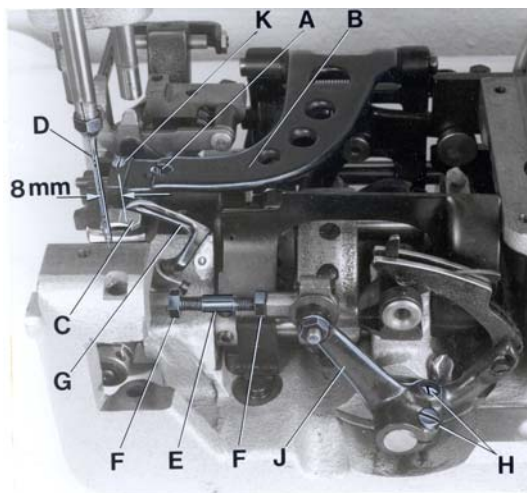
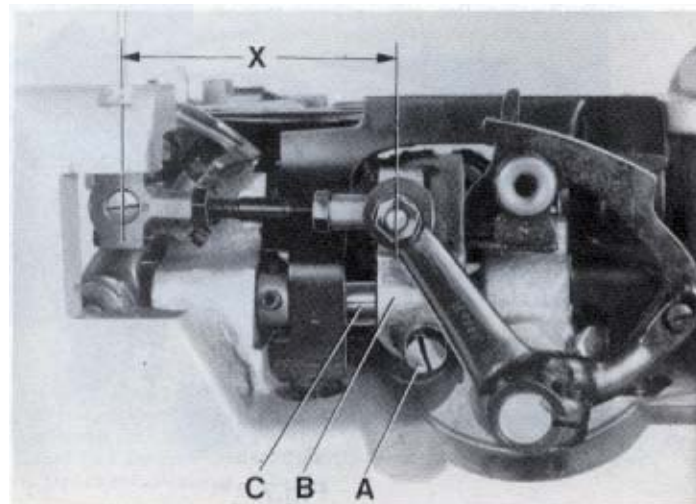
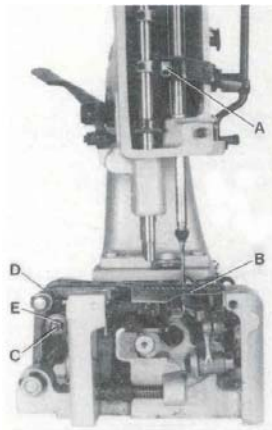

Fig. 3
Fig. 4
Fig.6
Remove the presser foot, throat plate and feed dog and on styles 80800H and HA also the needle guard for convenient access to the machine. On styles 80800C, D and E loosen the screw (A, Fig. 3) in the feed bar (B) and push the feed bar needle guard (C) to the rear to avoid its contacting the needle (D).
For the two thread double locked stitch styles 80800C, E, H and HA, set the looper connecting rod (E) so the distance (X, Fig. 4) between the center lines of the two ball joints is 69.8 mm (2 3/4"). The dimension (X, Fig. 4) should be 68.3 mm (2 11/16") on the single thread chain stitch style 80800D. For adjustment loosen the two nuts (F, Fig. 3) and turn connecting rod (E) forward or backward as required to obtain specified dimension, retighten nuts (F).
Rotate the machine pulley in operating direction so that the looper moves from right to left. The looper point should pass as close as possible to the back of the needle without contacting 0.08 to 0.13 mm (.003 to .005") clearance. For adjustment loosen screws (A, Fig. 4) in the looper eccentric fork (B) and turn looper rocker shaft (C) on the looper rocker forward or backward as required. Retighten screw (A).
Zur bequemer Einstellung entfernen Sie Drückerfuß, Stichplatte und Transporteur und bei den Maschinen 80800H und HA auch den Nadelanschlag. Lösen Sie bei den Maschinen 80800C, D und E die Schraube (A, Fig. 3) im Transporteurträger (B) und drücken Sie den Nadelanschlag nach hinten, damit er die Nadel (D) nicht berühren kann.
Bei den Zweifaden-Doppelkettenstichmaschinen Typen 80800C, E, H und HA muß die Greiferverbindungsstange (E) so eingestellt sein, daß der Abstand (X, Fig. 4) von der Mitte zu Mitte Kugelgelenk 69,8 mm beträgt. Bei der Einfaden-Einfachkettenstichmaschine Typ 80800D beträgt der Abstand (X, Fig. 4) 68,3 mm. Zum Einstellen lösen Sie die beiden Muttern (F, Fig. 3) und drehen die Verbindungsstange (E) vor oder zurück bis der erforderliche Abstand erreicht ist. Ziehen Sie die Muttern (F) wieder an.
Drehen Sie die Riemenscheibe in Nährichtung so, daß sich der Greifer von rechts nach links bewegt. Die Greiferspitze soll so dicht wie möglich hinter der Nadel vorbeigehen, ohne diese zu berühren (0,08 bis 0,13 mm Abstand). Zur Einstellung lösen Sie die Schraube (A, Fig. 4) in der Greiferexzentergabel (B) und schwenken die Greiferhebelwelle (C) am Greiferhebel mit Greifer nach Bedarf vor oder zurück. Ziehen Sie die Schraube (A) wieder an.
Remove the face cover on machine arm. Rotate machine pulley in operating direction until the looper point, moving to the left, projects 1 to 1.5 mm (.040" to .060") left of the needle (see Fig. 5). Lower edge of looper and upper edge of needle eye must be flush in this position. If adjustment is necessary, loosen clamp screw (A, Fig. 6) in the needle bar connection and move the needle bar up or down, as required. Retighten screw (A) and remount face cover.
At highest point of feed dog travel, the feed dog (B, Fig. 6) should be set so, that the rear teeth project their full depth above the throat plate surface. For setting remove the feed dog and adjust the supporting screw (K, Fig. 3) on the top of the feed bar to the required height. Remount the feed dog, and on styles 80800H and HA also the needle guard.
On styles 80800C, D and E stud (C, Fig. 6) for changing the stitch length is accessible from the outside. On styles 80800H and HA the housing for the tape cutter and the rear cloth plate have to be removed for changing the stitch length.
The length of the stitch can be adjusted by raising or lowering the stud (C, Fig. 6) in the segment slot of the feed rocker (D). Lowering stud (C) will lengthen the stitch. After loosening nut (E), stud (C) can be moved accordingly. When the desired stitch length is obtained, retighten nut (E). Remount housing for cutter and rear cloth plate on styles 80800H and HA.
The needle guard (C, Fig. 3) has to be set so, that it just contacts the needle at its most forward point of travel, without deflecting it.
On styles 80800C, D and E loosen screw (A, Fig. 3) in the feed bar (B) and adjust the needle guard (C) accordingly. Retighten screw (A).
Entfernen Sie den Stirndeckel am Maschinenarm. Drehen Sie die Riemenscheibe in Nährichtung bis die sich nach links bewegende Greiferspitze 1 bis 1,5 mm links der Nadel steht (siehe Fig. 5). In dieser Stellung müssen Unterkante Greifer und Oberkante Nadelöhr bündig sein. Ist eine Einstellung notwendig, lösen Sie die Klemmschraube (A, Fig. 6) im Nadelstangenmitnehmer und schieben die Nadelstange (B), je nach Bearf, nach oben oder unten. Ziehen Sie die Schraube (A) wieder an und montieren Sie den Stirndeckel.
Im höchsten Punkt der Transporteurbewegung sollen die hinteren Zähne des Transporteurs (B, Fig. 6) eine volle Zahnhöhe über die Stichplattenoberfläche hinausragen. Zur Einstellung entfernen Sie den Transporteur und stellen die Stützscharbe (K, Fig. 3) oben im Transporteurträger auf die entsprechende Höhe. Montieren Sie den Transporteur wieder, bei den Maschinen 80800H und HA auch den Nadelanschlag.
Bei den Maschinen 80800C, D und E ist der Bolzen (C, Fig. 6) zum Einstellen der SticHLänge von außen zugänglich. Bei den Maschinen 80800H und HA muß zum Einstellen der SticHLänge das Gehäuse für den Bandabschneider und die hintere Stoffplatte entfernt werden.
Die SticHLänge kann durch höher- oder tieferstellen des Bolzens (C, Fig. 6) in der Nut des Transportrahmen (D) verändert werden. Tieferstellen des Bolzens (C) verlängert den Stich, höherstellen verkürzt ihn. Nach Lösen der Mutter (E) läßt sich der Bolzen (C) entsprechend verschieben. Wenn die gewünschte SticHLänge eingestellt ist, ziehen Sie die Mutter (E) wieder an. Montieren Sie bei den Maschinen 80800H und HA das Gehäuse für den Abschneider und die hintere Stoffplatte wieder.
Der Nadelanschlag (C, Fig. 3) muß so eingestellt sein, daß er in der vordersten Stellung seiner Bewegung gerade die Nadel berührt, aber nicht ablenkt.
Zur Einstellung lösen Sie bei den Maschinen 80800C, D und E die Schraube (A, Fig. 3) im Transporteurträger (B), und stellen den Nadelanschlag (C) entsprechend ein. Ziehen Sie die Schraube (A) wieder an.